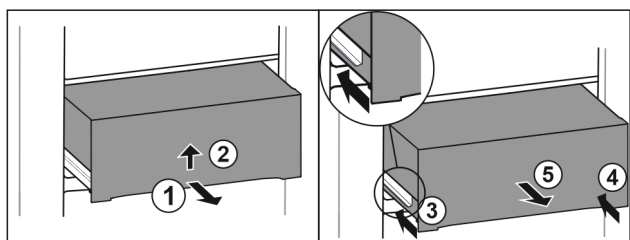

Fig. 68
- ▶ Predal izvlcite do polovice. Fig. 68 (1)
- ▶ Dvignite predal na spodnji strani. Fig. 68 (2)
- ▶ Vstavite levo vodilo. Fig. 68 (3)
- ▶ Vstavite desno vodilo. Fig. 68 (4)
- ▶ Predal vzemite ven v smeri naprej. Fig. 68 (5)